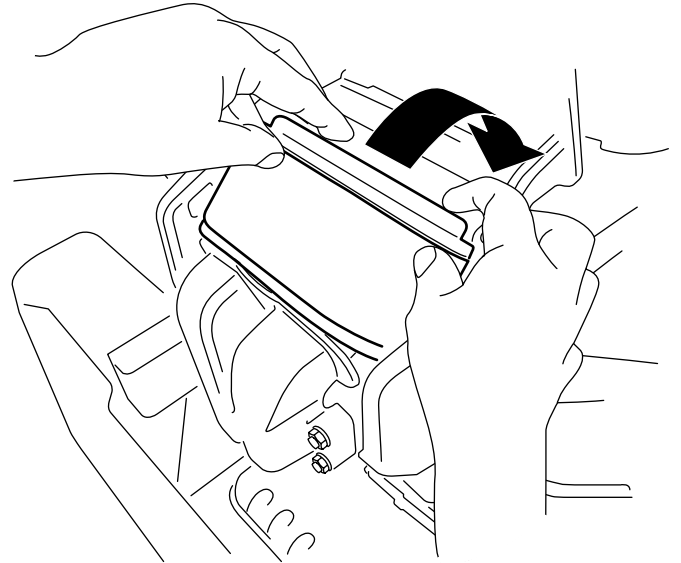

Figure 36
3. Tournez le filtre pour l'insérer dans la chambre et enfoncez-le complètement contre le collecteur (Figure 36).